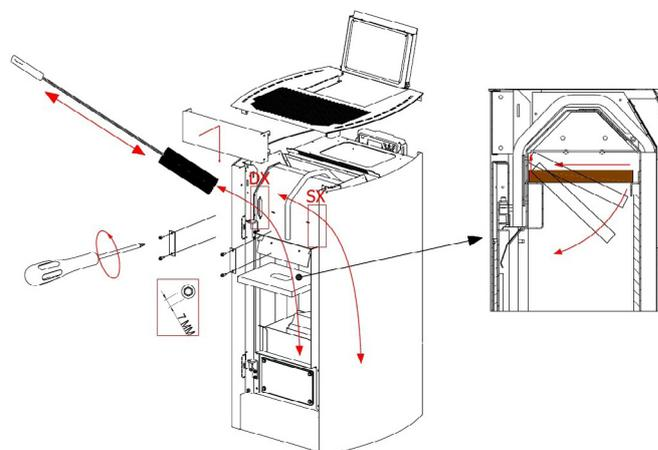

Fig. 78 - Reinigung
- Die obere Klappe abziehen (siehe **Fig. 78 auf S. 39**), eventuell vorhandene Asche absaugen und die Innenwände der Verbrennungskammer säubern.